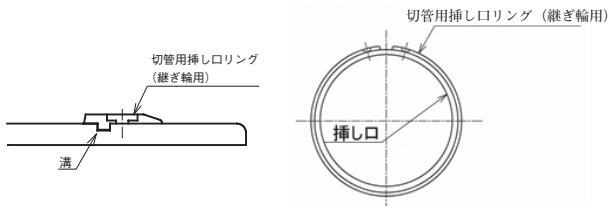

図89 切管用挿しロリングのセット
(2) 取付方法
- ① 溝内に砂などの異物が入っていないことを確認したら、専用の挿しロリング拡大器を用いて切管用挿しロリング(継ぎ輪用)を挿し口にセットする(図89)。